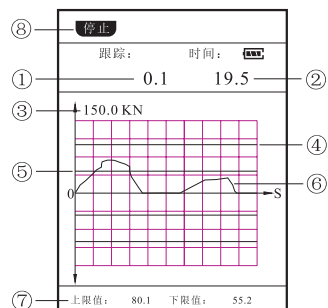

图11
⑧置零键：峰值与跟踪值清零（跟踪值清零范围为量程的 $\pm 5\%$ ）；
⑨保存键：按下此键将当前峰值与跟踪值存储到对应的数据位中，若此数据位已有数据，则进行替换；
⑩►键：第一功能切换键，按下此键将“置零”键、“保存”键、“开始”键、“►”键切换成“曲线”键、“数据”键、“单位”键、“返回”键；
⑪曲线键：按下此键进行曲线查看界面；
⑫数据键：按下此键进入数据查看界面；
⑬单位键：按下此键在KN、Tf、Klbf、Kozf (N、kgf、lbf、ozf) 四种单位间循环切换；
⑭返回键：第二功能切换键，按下此键将“曲线”键、“数据”键、“单位”键、“返回”键切换成“置零”键、“保存”键、“开始”键、“►”键；
⑮开始测试：按下此键进入测试界面（图11）进行曲线描点。
测试材料强度参数为“否”, 显示上下限值大小 (图11);